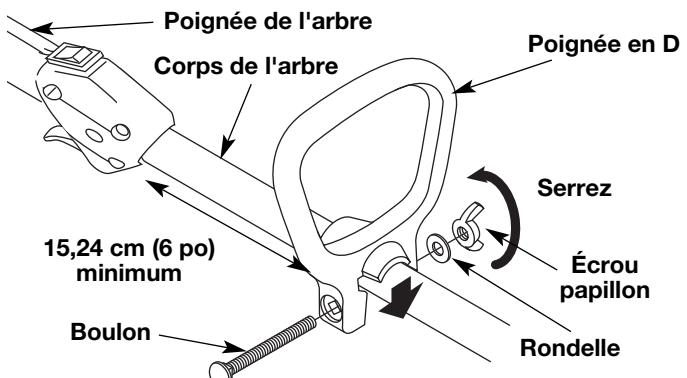

Fig. 4
- Enfoncez la poignée en D sur le corps de l'arbre (Fig. 4). Le trou de boulon carré de la poignée se trouve à droite.